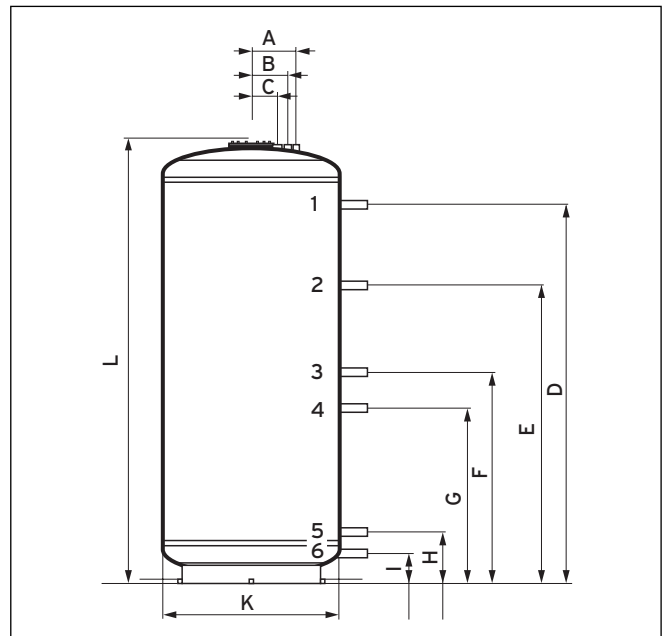

Fig. 4.1 Misura di raccordo del bollitore combinato auroSTOR VPS SC 700
- Montare un raccordo a T con rubinetto a sfera sul collegamento dell'ingresso del rialzo temperatura (**6**, fig. 4.1), in modo da poter riempire o svuotare il bollitore.
- Montare la tubazione per l'ingresso del rialzo temperatura (**6**, fig. 4.1) del bollitore combinato.
- Montare la tubazione per l'uscita del rialzo temperatura (**2**, fig. 4.1) del bollitore combinato.
- Montare la tubazione per la mandata solare (**4**, fig. 4.1) del bollitore combinato.
- Montare la tubazione per il ritorno solare (**5**, fig. 4.1) del bollitore combinato.